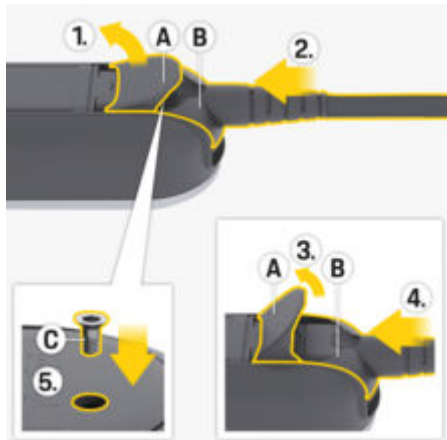

Fig. 68: Conectando o cabo de alimentação e o conector
1. Abra a tampa **A** (Fig. 68) cerca de 15 graus (somente até o conector **B** (Fig. 68) encaixar na unidade de comando).
2. Insira o conector **B** (Fig. 68) na unidade de comando até sentir a resistência pela primeira vez.
3. Abra completamente a tampa **A** (Fig. 68).
4. Empurre o conector **B** (Fig. 68) completamente.
5. Feche completamente a tampa **A** (Fig. 68) e fixe com o parafuso **C** (Fig. 68).